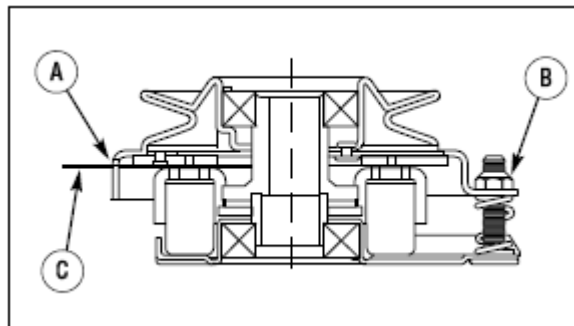

Рис. 23:
3. Вставьте в каждое окно 0,40-0,45 мм щуп (С, рис. 23) между ротором и защитой.